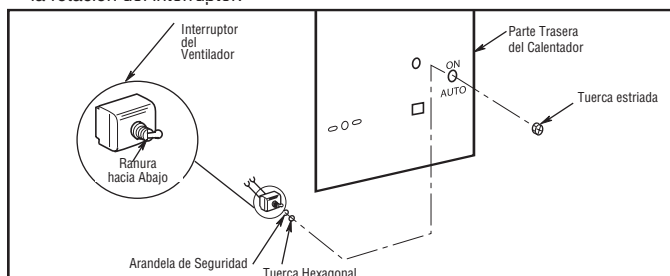

Figura 3. Instalación del Interruptor del Ventilador
1. Quite la pieza desmontable de 1/2" (12,7mm) (ubicada entre ON y AUTO) de la parte trasera del calentador (Figura 3).
2. Instale el interruptor del ventilador manual como se muestra en la Figura 3. (Tenga en cuenta la orientación de la ranura en el pitón del interruptor. Ubique la ranura en el pitón del interruptor que está hacia la posición "AUTO"). Asegúrese de haber utilizado arandelas de seguridad para prevenir la rotación del interruptor.